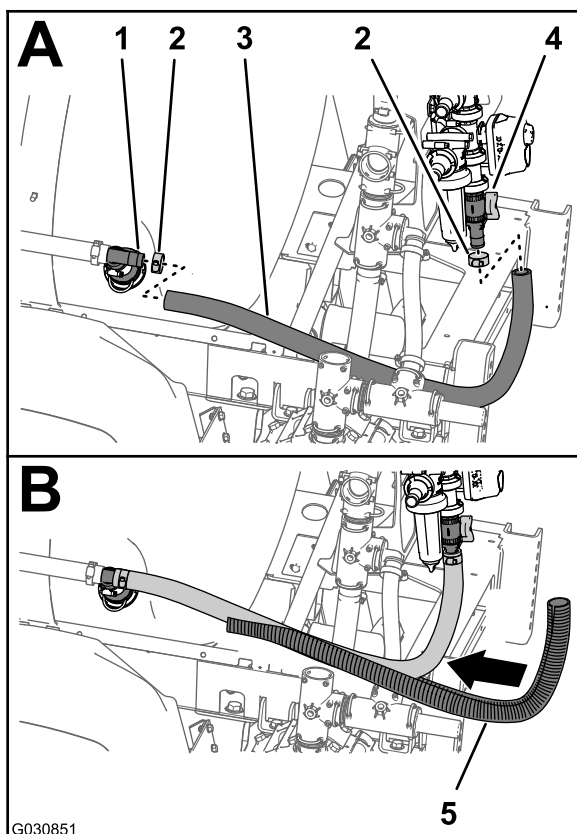

Bild 103
1. Montieren Sie den Schlauch (1" x 41") am gezahnten T-Anschlussstück der hinteren Rührwerkdüse im Sprühbehälter (Bild 103).
2. Befestigen Sie den Schlauch mit der Klemme (Bild 103), die Sie in Schritt 2 in Entfernen des Rührwerkventils, Kugelventils und der Schläuche \(Seite 34\) entfernt haben, am T-Anschlussstück.
3. Montieren Sie das andere Ende des Schlauchs (1" x 41") am geraden, gezahnten Anschlussstück an der Unterseite des Sicherheitsventils (Bild 103).
4. Befestigen Sie den Schlauch mit einer Schlauchklemme (Bild 103), die Sie in Schritt Auseinanderbauen der Rührwerk- und Sicherheitsventile \(Seite 36\) entfernt haben, am geraden Anschlussstück.
5. Montieren Sie den Wellschlauch (Bild 103) über dem Schlauch (1" x 41").